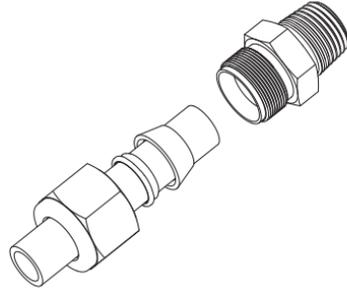

图1
3. 将管子插入需要预装的FITOK接头。将接头上的螺母拧开，使螺母和前、后卡套套在管子上。螺母、后卡套和前卡套的朝向，如图1；